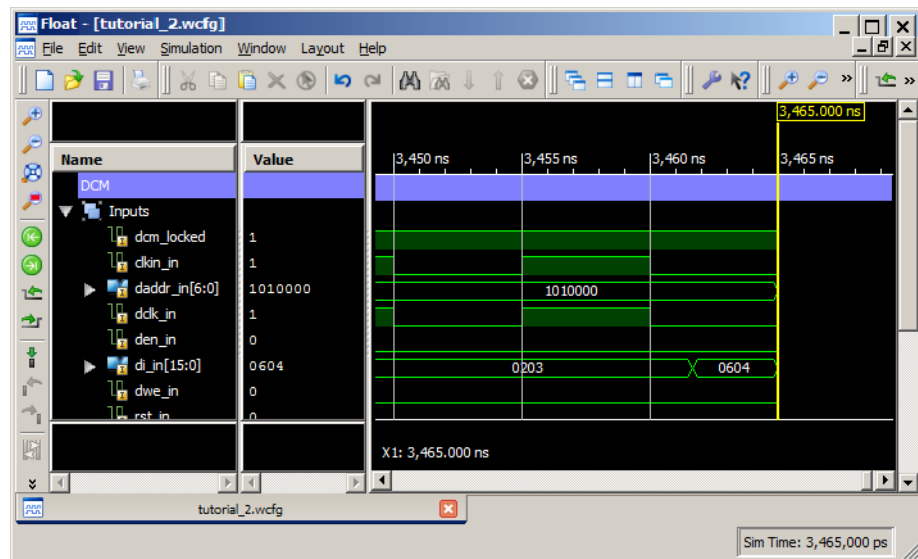

図 4-38 : 波形ウィンドウで DCM DI\_IN 入力バスの出力を確認
4. `di_in` バス信号が新しい値で更新されるまでシミュレーションを進めます。この変化を確認するために、波形を各拡大表示する必要がある場合があります。バスは、3,465ns 付近で 0203h から 0604h に更新されているはずです (図 4-38)。